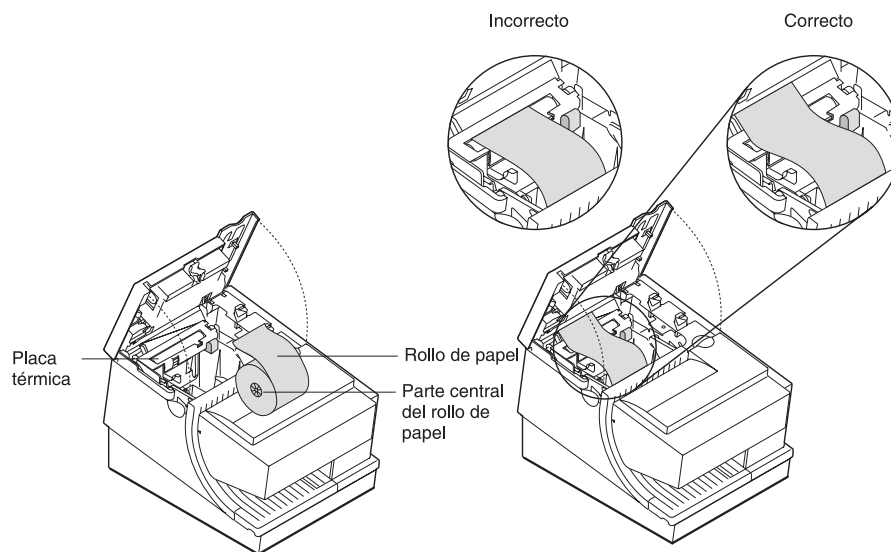

Figura 27. Vía de acceso a la carga de papel
3. Coloque el rollo de papel en el portarrollos del papel como vemos en Figura 27 en la página 42. El borde inicial del papel debe estar en la dirección de la parte delantera de la impresora e ir a través de la parte superior del rollo como muestra el diagrama. Si se alimenta desde la parte inferior del rollo, no se imprimirá nada en el papel.
4. Coloque el borde inicial del papel sobre la guía de metal como muestra Figura 27.